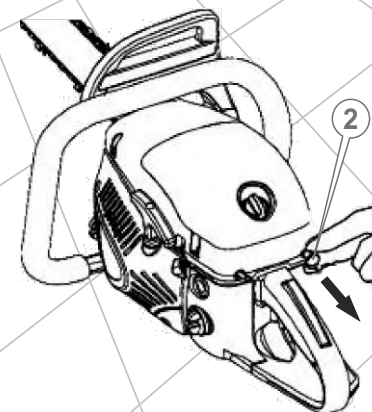

Рис. 18
8. Потяните до упора ручку воздушной заслонки карбюратора (2) в направлении стрелки (см. рис. 18). При этом закроется воздушная заслонка карбюратора.